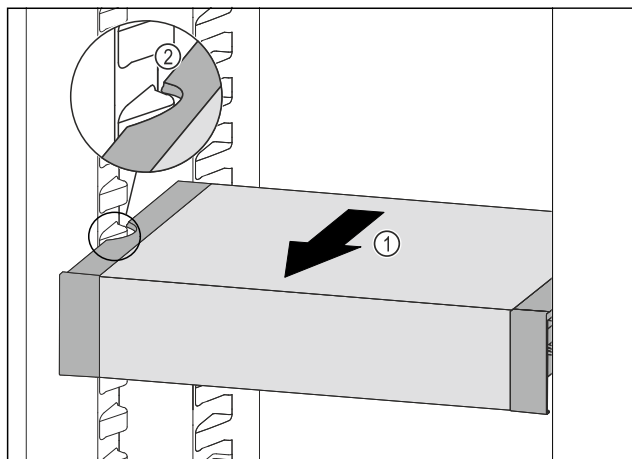

Fig. 203
- ▶ 向前拉动 VarioSafe Fig. 203 (1)，直至 VarioSafe 的侧部凹槽与冷藏区中的容器肋梁持平。 Fig. 203 (2)